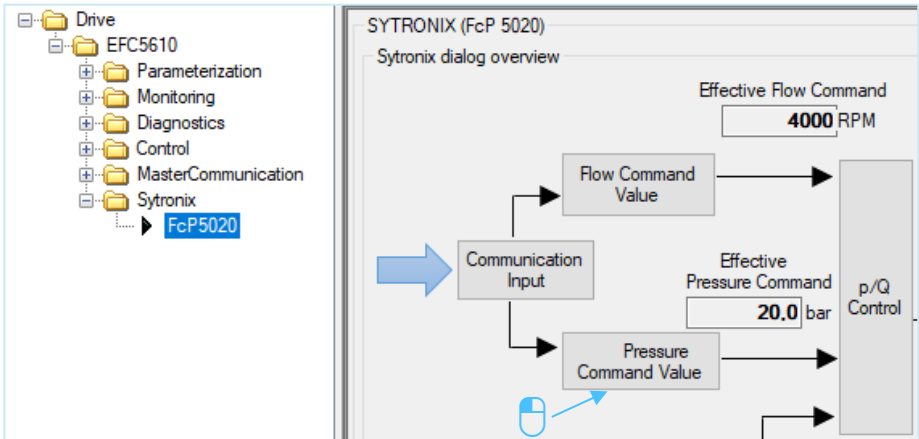

图 24: 可切换压力给定 1/2
1. 按 "压力给定"（请参见 图 24: 可切换压力给定 1/2）。